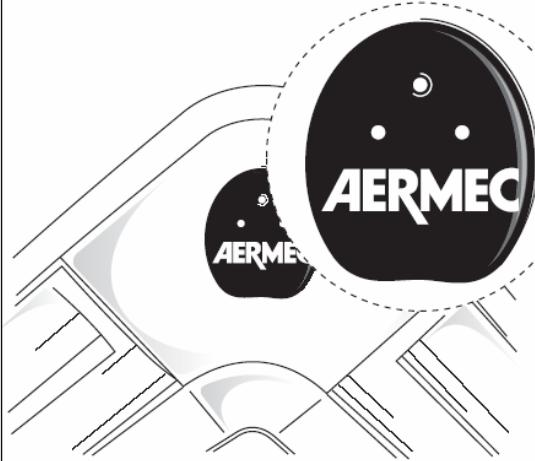

Рис. 10
- Совместите углы доводчика с соответствующими углами корпуса и прикрепите корпус к скобам теплообменника с помощью болтов (рис. 10).